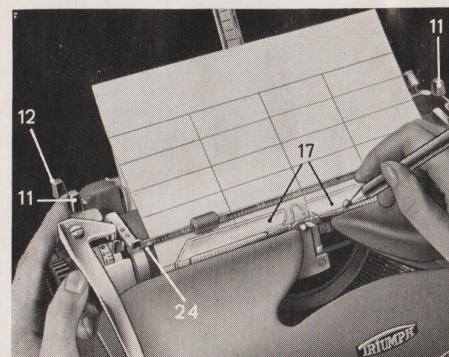

Abb. 6
Um auf eingespanntem Bogen senkrechte und waagrechte Linien ziehen zu können, steckt man die Bleistiftspitze in das Führungslöch des rechten Zeilenrichters. Zum Ziehen der waagrechten Linien wird der Wagen unter Benutzung des Wagenlösers (11) nach links oder rechts bewegt, zum Ziehen senkrechter Linien die Schreibwalze vor- oder zurückgedreht. In letzterer Falle empfiehlt es sich, die Arretierung aufzuheben, indem man den Walzenlöser (12) nach vorn legt (Abb. 6).